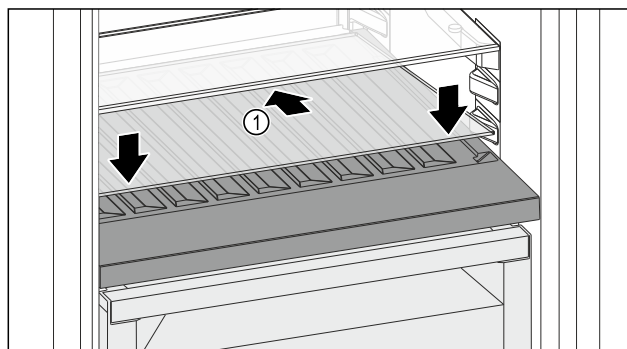

Fig. 178
- Glasplatte Fig. 178 (1) schräg und nach hinten unten geneigt ansetzen.
- Glasplatte Fig. 178 (1) vorne absenken.